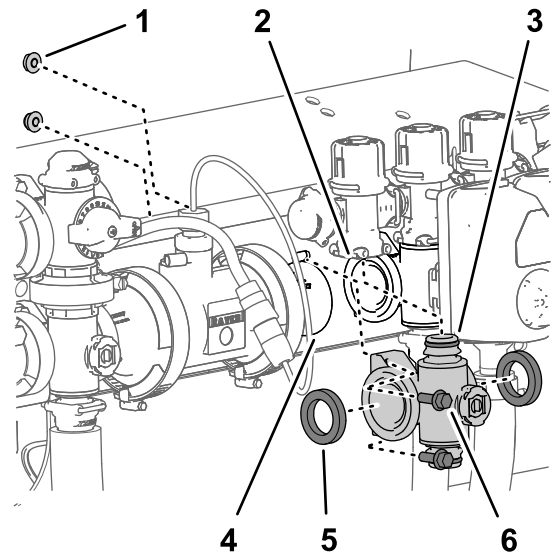
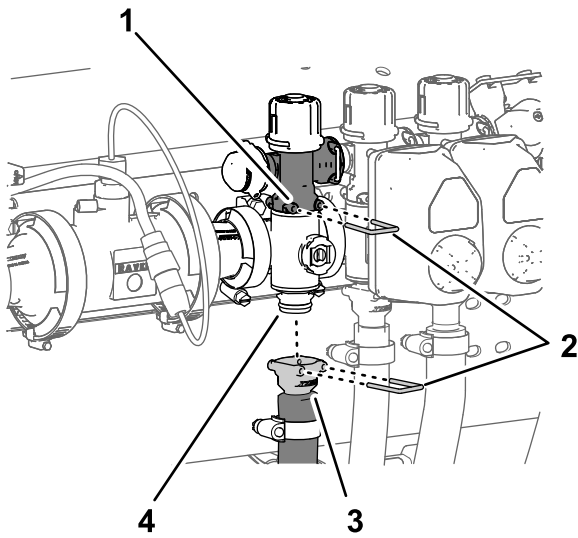

Figure 132
Figure 133
1. Aligned les 2 joints que vous avez retirés à la section Dépose de la vanne de section du collecteur \(page 90\) et les brides du collecteur de vanne de section (Figure 132).
2. Aligned la bride du collecteur de vanne de section entre les brides des autres vannes de section et/ou adaptateur d'accouplement (Figure 132).
3. Fixez le raccord rapide du collecteur de vanne de section au raccord rapide femelle de la vanne de dérivation de section à l'aide d'un l'étrier de fixation (Figure 132 et Figure 133).
5. Pour les collecteurs de vannes de sections gauche et droite, fixez le collecteur de vanne au support de vannes (Figure 132) à l'aide des 2 boulons à embase ($\frac{1}{4} \times \frac{3}{4}$ po) et des 2 contre-écrous à embase ($\frac{1}{4}$ po) que vous avez
- Fixez le raccord rapide du flexible de section au raccord rapide du collecteur de vanne de section à l'aide de l'étrier de fixation (Figure 133).